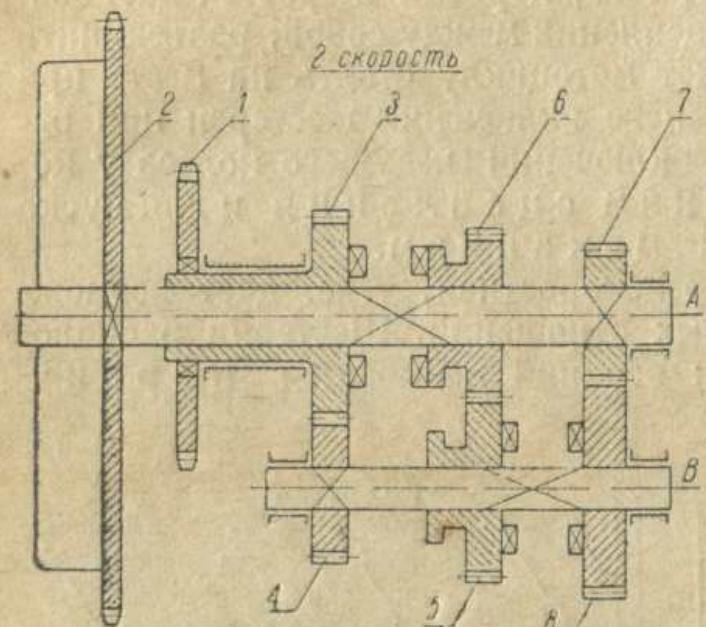

Рис. 19.
На рис. 19 показана схема положения шестерен при 2-й скорости. Когда подвижные шестерни (5) и (6) переведены в положение, соответствующее 2-й скорости, они занимают среднее положение на обоих валиках, находясь на их шлицеванных частях. Вращение первичного валика, получаемое аналогично, как при третьей скорости, передается шлицами шестерни (6); последняя передает вращение находящейся с ней в зацеплении зубьями шестерне (5), которая вращает шлицами вторичный валик. Вторичный валик вращает посаженную на него шлицы шестернию (4), шестерня (4) вращает находящуюся с ней в зацеплении зубьями шестернию (3), с которой одновременно вращается зубчатка (7), насаженная на ее шлицеванную втулку. Зубчатка передает вращение заднему колесу.